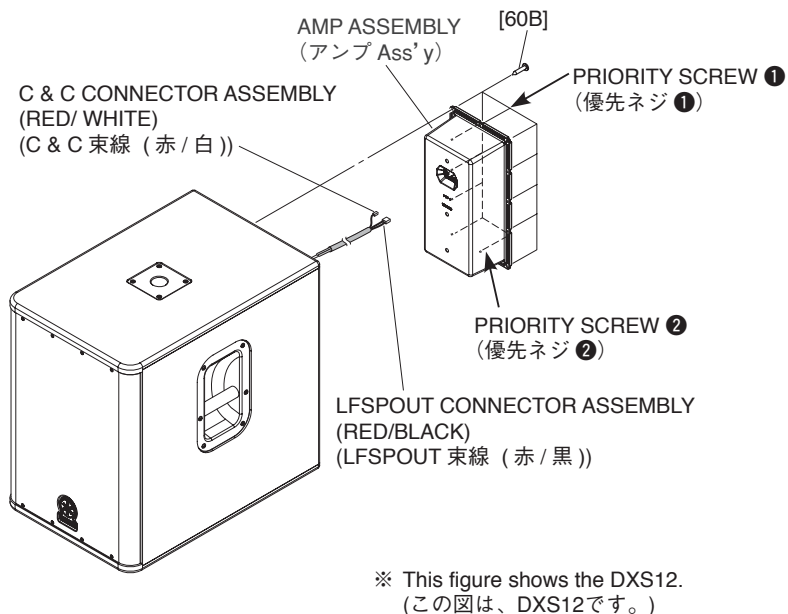

Fig. A-8 (図A-8)
(Fig. A-8)
- \* **When installing the amp assembly, first tighten the two (2) priority screws in order as shown in Fig. A-8.**
- A-5-1 [60B] のネジ 12 本を外します。(図 A-8)
- ※ アンプ Ass'y を取り付けるときは、優先ネジ 2 本を図に示す順番で先に締めてください。(図 A-8)
(Fig. A-8, Photo A-1)
(図 A-8、写真 A-1)
- ※ アンプ Ass'y を引き出しすぎて、これらの束線を傷めないように注意してください。(図 A-8、写真 A-1)